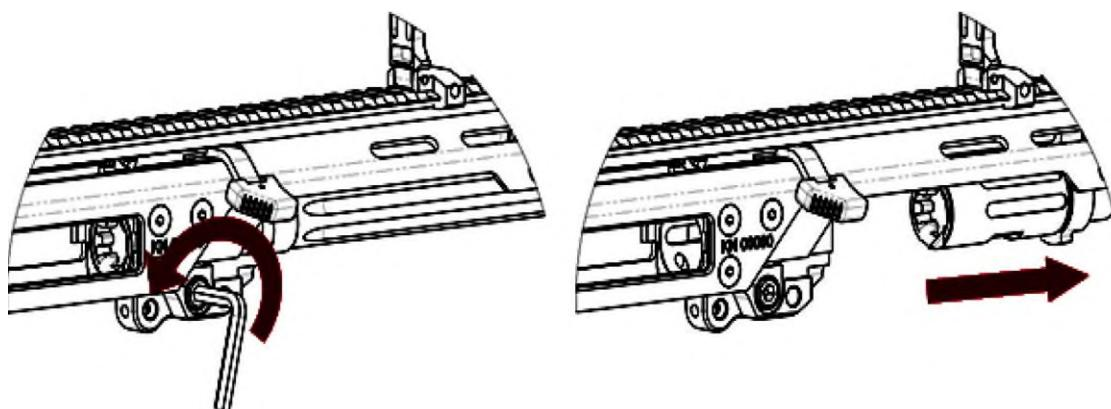

Рисунок 2.32 – Від'єднання ствола
3) від'єднати і розібрати ствол, для цього (рисунок 2.32):